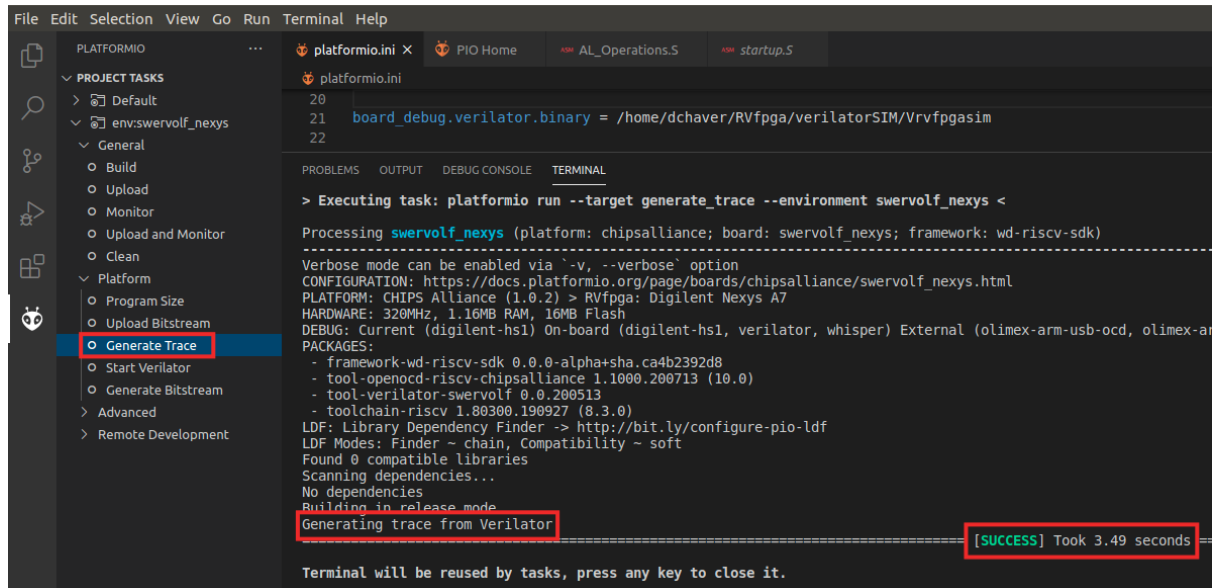

图83. 通过Verilator生成轨迹
- 单击左侧功能区菜单中的PlatformIO图标来运行仿真，然后展开“Project Tasks”（项目任务）→ env:swervolf_nexys → “Platform”（平台），并单击“Generate Trace”（生成轨迹），如图83所示。